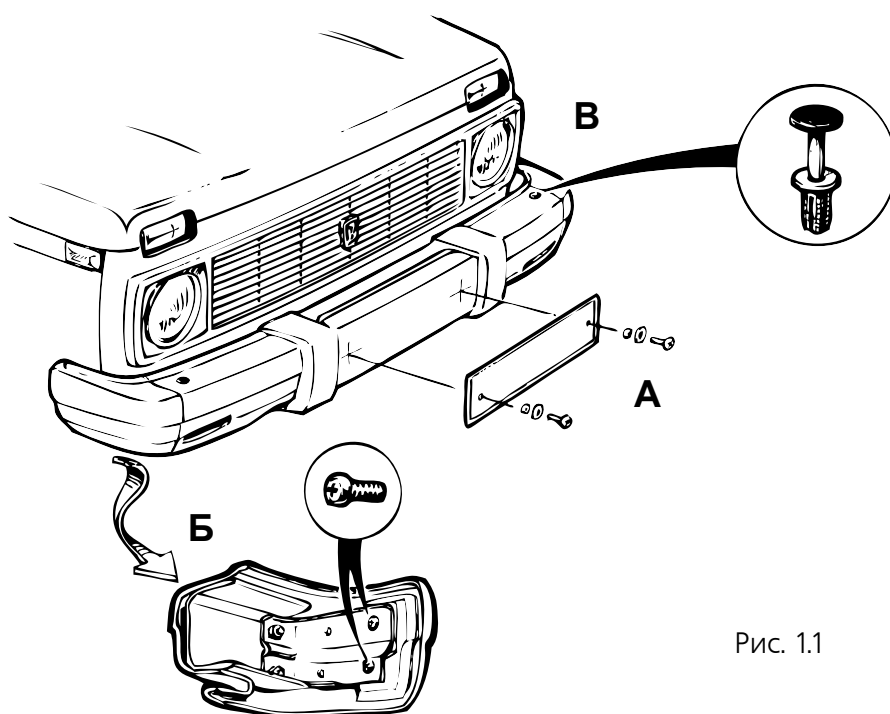

Рис. 1.1
резиновую профильную накладку. (Рис. 1.1).
- 1.3. Разметить места отверстий для крепления номерного знака (рис. 1.1, зона А).
- 1.4. Проверить прилегание закладных кронштейнов к кронштейнам серийного бампера. При необходимости подогнуть серийные кронштейны. Разметить места отверстий под самонарезающие винты. (Рис. 1.1, зона Б).
1.8. Закрепить накладку бампера F-02 серийными самонарезающими винтами. (Рис. 1.1, зона Б).
1.9. Просверлить по разметке сквозные совместные отверстия в верхней полке бампера  $\varnothing 9,5$  мм и закрепить держателями обивки с фиксаторами. (Рис. 1.1, зона В).
- 3.3. Проверить прилегание закладных кронштейнов к кронштейнам серийного бампера и зазоры между боковыми полками и кузовом. При необходимости подогнуть серийные кронштейны. Разметить места отверстий под самонарезающие винты, аналогично разметке наклейки переднего бампера. (Рис. 1.1, зона Б).